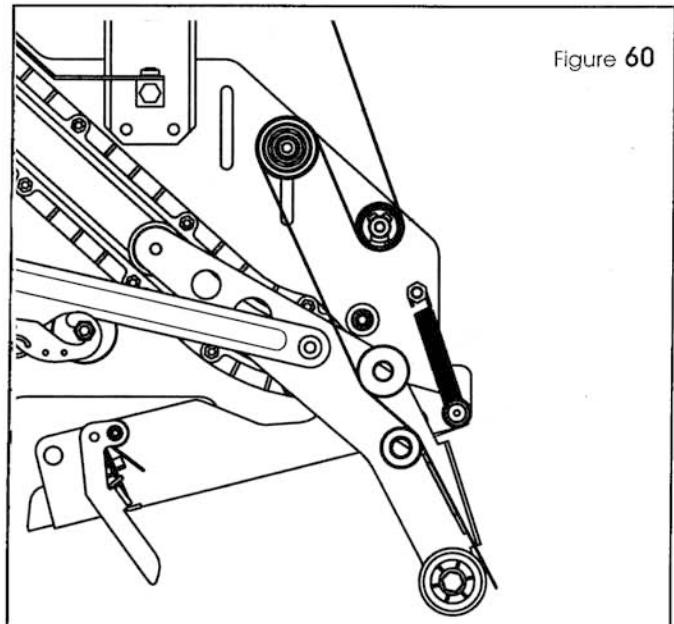

Figure 60
Insérer l'aiguille de filetage vers le bas autour des rouleaux comme indiqué sur la Figure 60.
*Einfädel-Plastikstreifen gemäss nebenstehendem Schema einführen (Figure 60).